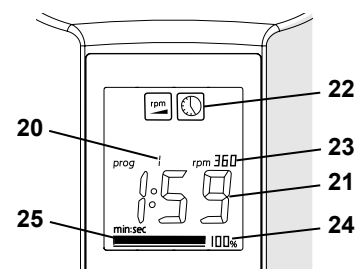
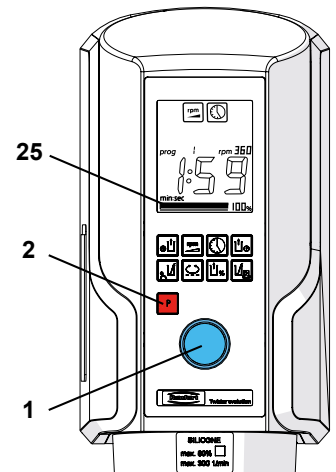

Fig. 7
Fig. 8
- ⇒ Tryk på programtasten „P“ (2).
- ⇒ Vælg programmet ved at dreje på styreknappen (1).
- ◆ Fra det valgte program vises følgende (fig. 7):
- ⇒ Tilkobl bægeret (15) til apparatet.
- ⇒ Slip først, når bægeret holdes af sig selv, bjælkevisningen for vakuummet er mere end halvdelen (25, fig. 8)!